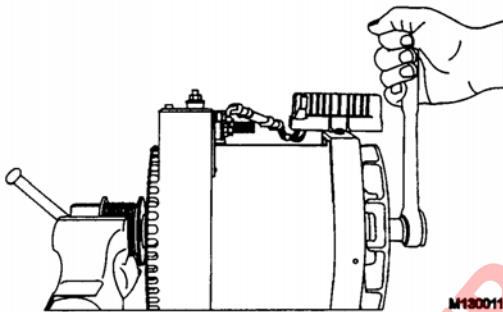

FIGURA 13-7
2. Use una llave de dado de 3/4" para soltar la tuerca que sujeta el ventilador al alternador. Impida que el eje gire sosteniendo la polea en un perno de banco, con las mordazas forradas de bronce o aluminio (Figura 13-7).